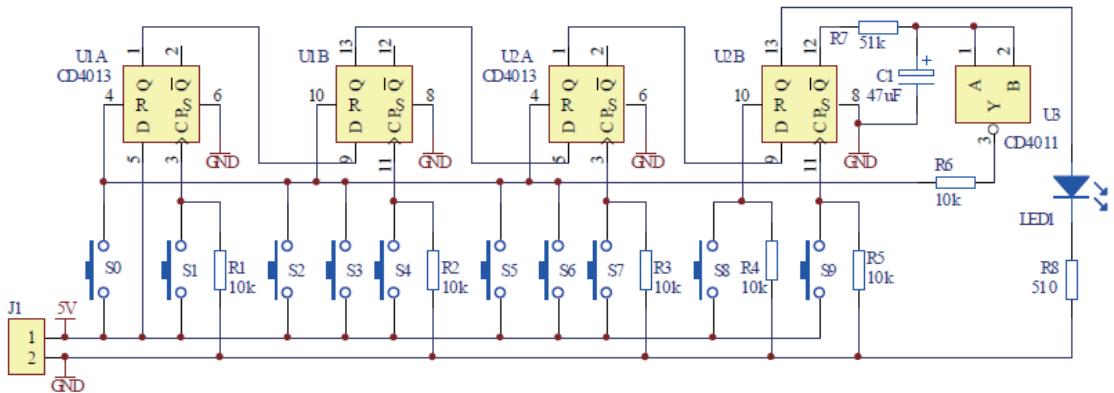

图 M1-12 简易密码锁电路原理图
(1) 任务：某民航飞机修理企业承接了一批简易密码锁的制作与测试任务，其电路原理图如图 M1-12 所示。